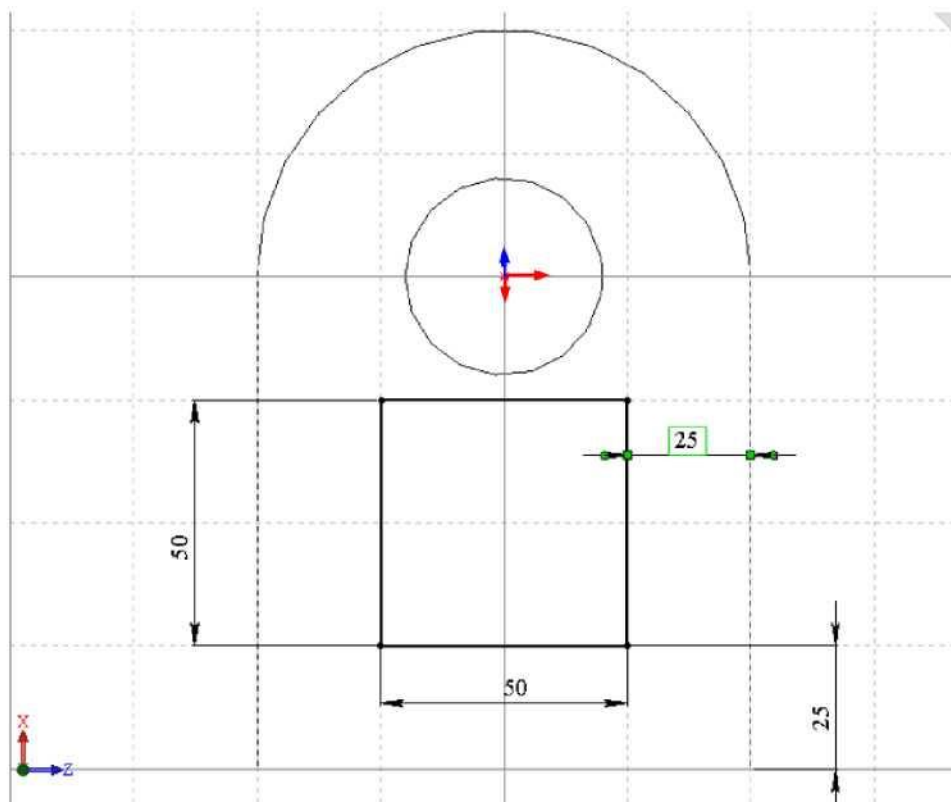

Рис. 24. Встановлення розмірів
5.2. Активізувати функцію “Прямоугольник”, накреслити прямокутник, встановити потрібні розміри квадрату і його розташування відносно існуючих крамок деталі, як показано на рис. 24.